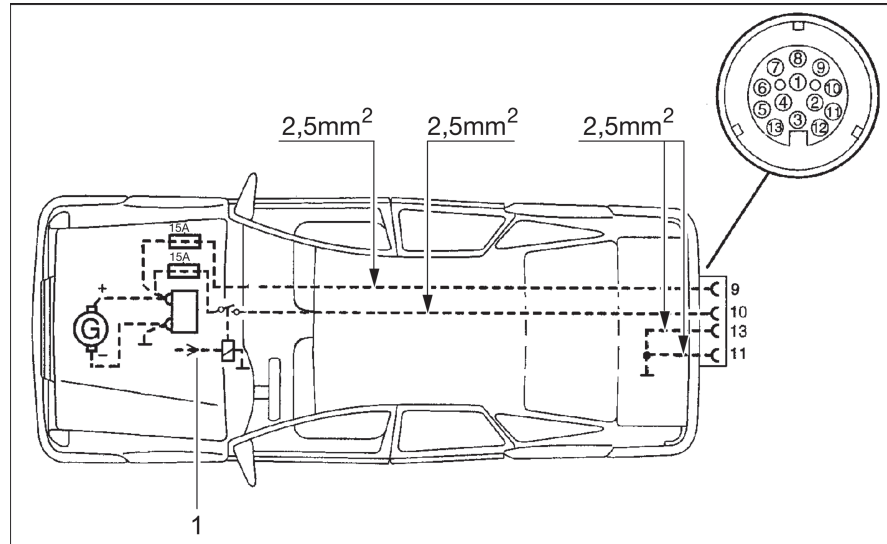

Fig. 102 Plano de instalación del vehículo tractor (Conjunto Autark)
- ▷ Vuelva a reequipar el vehículo tractor con la sección de cable correspondiente y un relé para la alimentación de corriente (controlada mediante encendido) (véase Fig. 102).